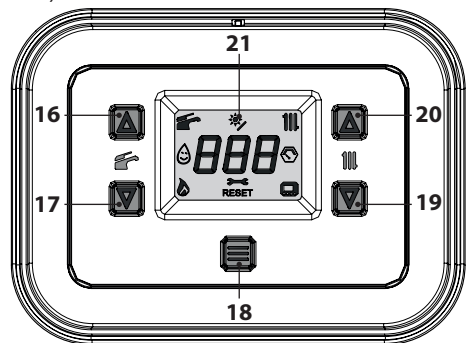
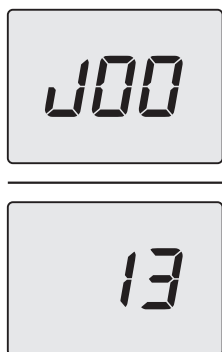
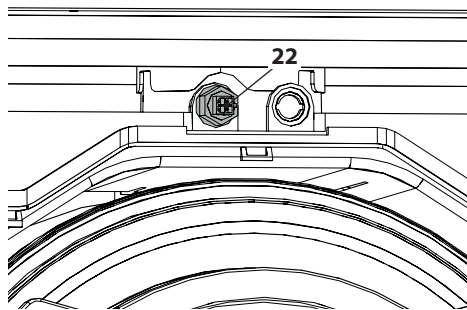

Figura 3.9
Figura 3.10
Figura 3.11
ti contemporaneamente i tasti 19 e 20 (Figura 3.9) fino a far apparire sul display l'indice "J00" che si alterna al valore del parametro (Figura 3.10).
- tenere premuti contemporaneamente i tasti 17 e 19 per 5 sec. (Figura 3.9) (salita di un livello).
La sonda fumi e termofusibile fumi 22 indicati in Figura 3.11 sono dei dispositivi di sicurezza. La sonda e fumi 22 interviene quando la temperatura dei fumi supera i 110°C mandando in blocco di sicurezza la caldaia spegnendola. Per il ripristino del normale funzionamento della caldaia, basta premere il tasto 18 (Figura 3.9).